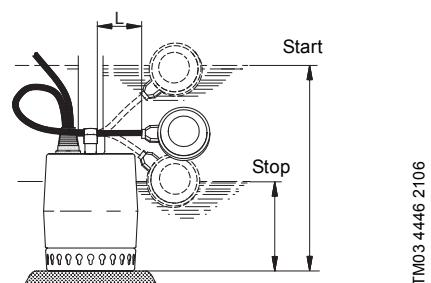

Fig. 6 Start/stop-niveauer, Unilift KP-A
For at svømmerafbryderen kan starte og stoppe pumpen, skal den frie kabellængde (L) være mindst 70 mm og højst 150 mm. Se fig. 6.